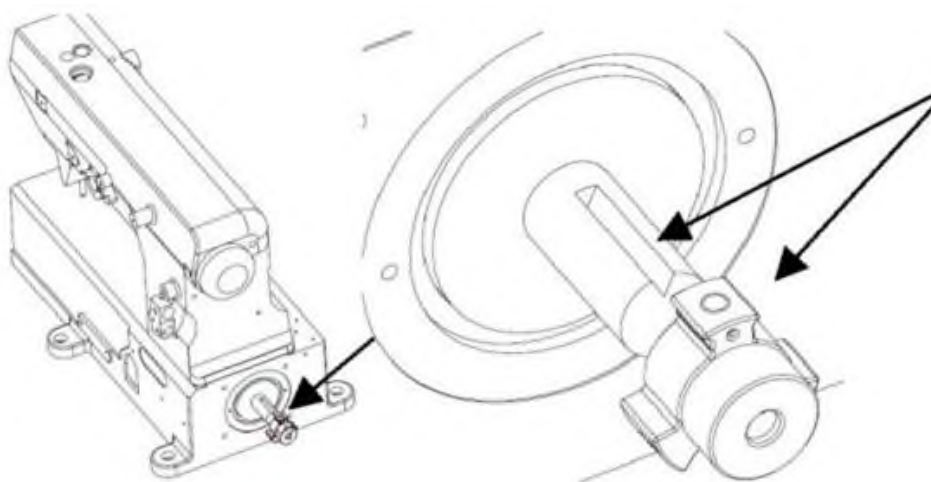

Рис.2 «Схема».
- 6) Схема (фактическая установка): на валу есть паз, паз находится в месте установки двигателя (рис.2).